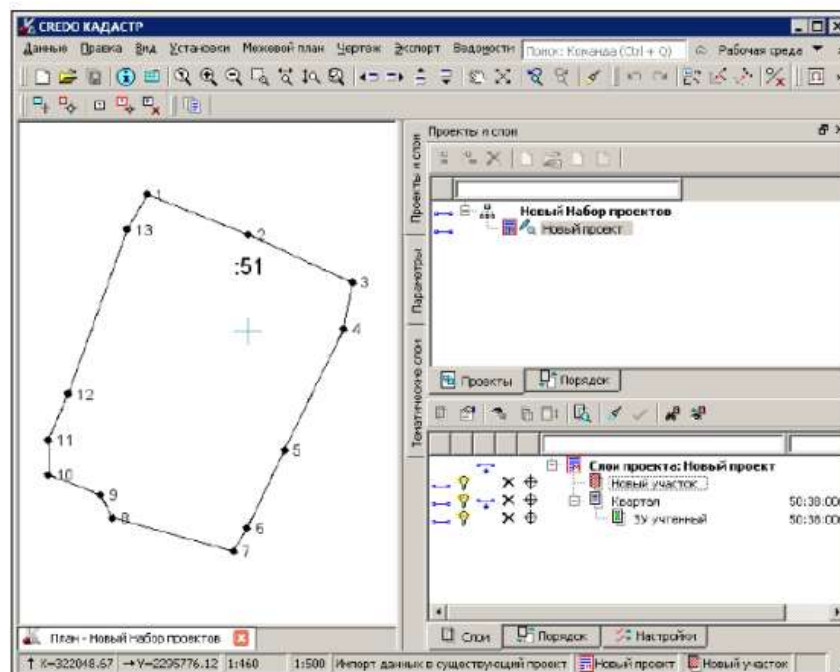

Рисунок 29– Окно параметров
7. Для отображения данных на экране выберите команду **Вид/Показать/Все** <Ctrl+0>. В результате в графическом окне отобразится импортированный участок из КВ (рис. 29).